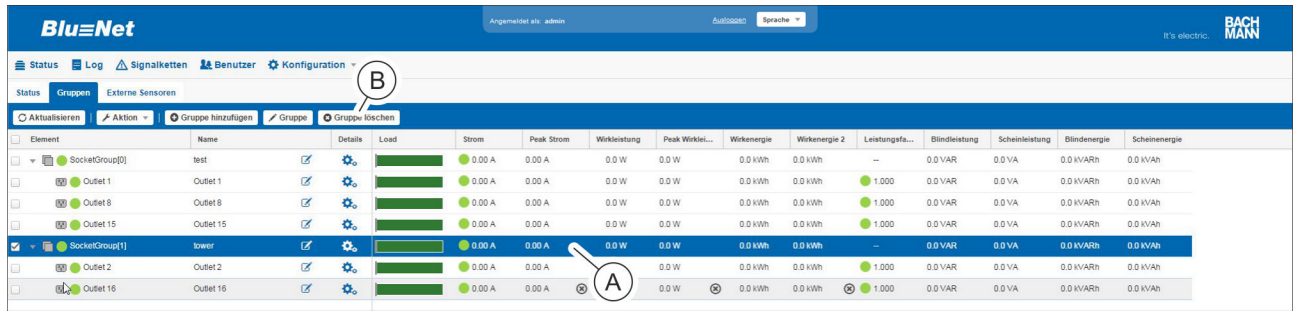

Abb. 144: Menü "Status" – Registerkarte "Gruppen"
4. Gewünschte Gruppe auswählen (Abb. 144/A).
5. Schaltfläche „Gruppe löschen“ anklicken, um eine Steckdosengruppe zu löschen (Abb. 144/B).